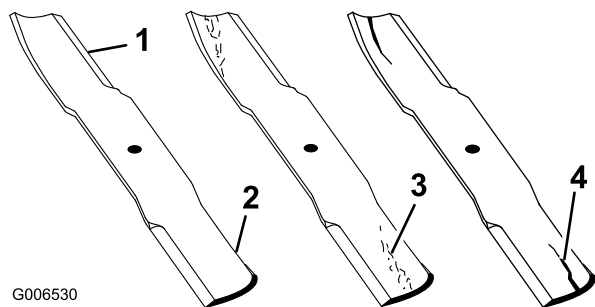

Figura 81
1. Controllate i taglienti (Figura 81).
2. Controllate le lame, in particolare l'area curva (Figura 81).
In caso di danni, usura o scanalature in questa zona (Figura 81), montate immediatamente una nuova lama.